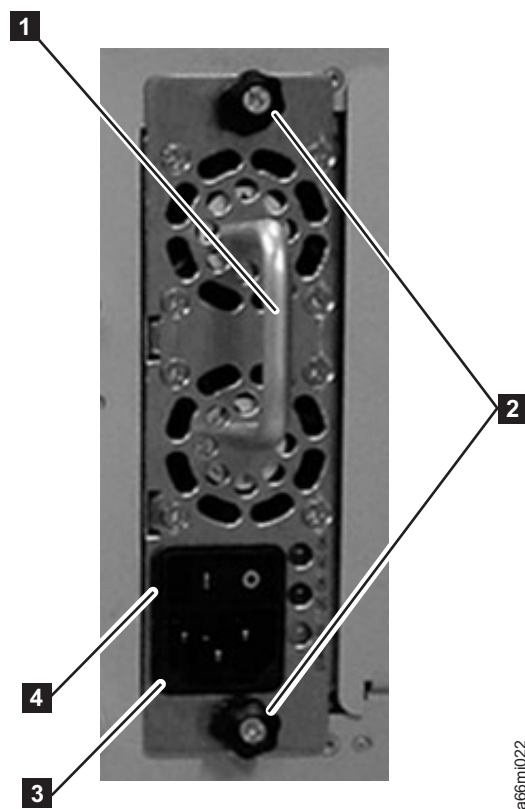

図 3-14. 制御モジュールの電源機構
1. 電源機構を取り替えるには、電源機構スロットの中にこのコンポーネントを滑り込ませます。最初に、ハンドル (図 3-14 の **1**) をつかみ、電源機構コンポーネントを下から支えます。次に、電源機構コンポーネントを電源機構スロットのガイドに合わせ、慎重にライブラリーの中に押し込みます。
2. 電源機構コンポーネント上の 2 本の手まみねじ (図 3-14 の **2**) を時計回りに回して締めます。